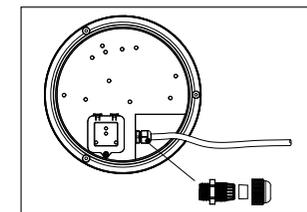

Рис. 3
5.12 Отрегулируйте длину и положение кабеля так, чтобы не было натяжения, после чего надёжно закрутите кабельный ввод, чтобы добиться герметичности. Затем закрутите защитную крышку (рис. 3).